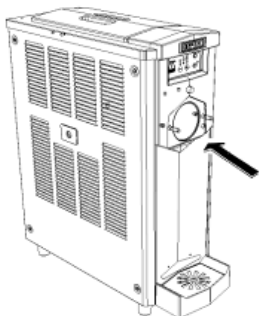

Fig. 17
- Lavare accuratamente il cilindro congelatore e la vasca superiore rimuovendo ogni residuo di prodotto con una spugna pulita imbevuta di soluzione sanificante accertandosi di bagnare completamente tutte le superfici per almeno 60 secondi. Fare asciugare all'aria. Attenersi alle norme igienico-sanitarie locali (v. Fig. 17).
- Nebulizzare il prodotto sanificante su tutte queste superfici lasciandolo agire come suggerito dal produttore (v. Fig. 17).